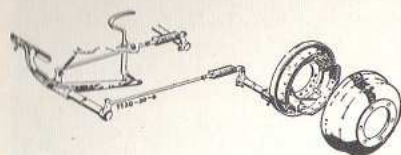

Fig. 17
Le frein au pied ou de marche comporte deux pédales; il agit en tant que frein de marche ou de direction sur les roues arrière par l'intermédiaire de tambours de frein. Pendant les parcours sur route, les deux pédales doivent être verrouillées au moyen du levier de blocage ① afin qu'au moment de manoeuvrer le frein, celui-ci agisse de manière identique sur les roues arrière. En vue d'aider au braquage dans les champs, et pour les manoeuvres délicates, les pédales peuvent être actionnées isolément après déverrouillage du levier de blocage. Avant d'actionner les freins de direction, diminuer le régime du moteur et commencer le braquage au moyen du volant. Pousser ensuite plus ou moins à fond la pédale de gauche ou celle de droite en tenant compte du rayon de braquage. (Fig. 17 = Levier de blocage déverrouillé.)